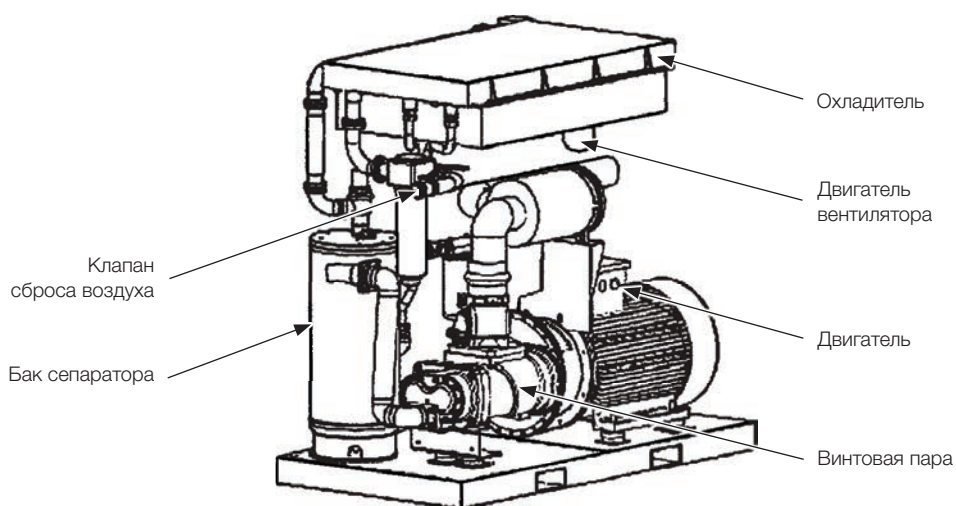

Рис. 4.2 Внутренние детали компрессора
- Система охлаждения состоит из вентилятора, его двигателя, масло/воздушного радиатора, фильтра жидкости, термореле, соединительного трубопровода и отстойника как показано на рис. 4.2.
- Компрессорная установки сбрасывает смесь сжатого воздуха / жидкости в ресивер / отстойник (рис. 4.2). Ресивер выполняет три основные функции: